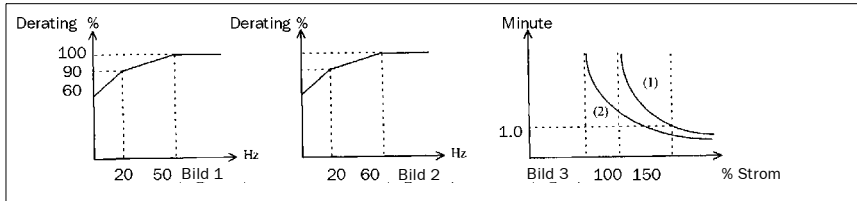

Fig. 21
2. Solange die Last 100% des Motor-Nennstroms nicht überschreitet, wird der Betrieb fortgesetzt, bei 150% Überlast jedoch nur noch ca. 1 Minute (siehe Kennlinie 1, Fig. 21).
4. Bei niedrigerer Motordrehzahl ergibt sich eine verschlechterte Kühlung. Der Wert für die Auslösung des Übertemperaturschutzes wird daher herabgesetzt (Änderung von Kennlinie 1 in Kennlinie 2 gemäß Fig. 21). Geeignete Fn\_05-Einstellung wählen, um einen optimalen Motorschutz zu erzielen.
1. Solange die Last 103% des Umrichter-Nennstroms nicht überschreitet, wird der Betrieb fortgesetzt, bei 150% Überlast jedoch nur noch ca. 1 Minute (siehe Kennlinie 1, Fig. 21).